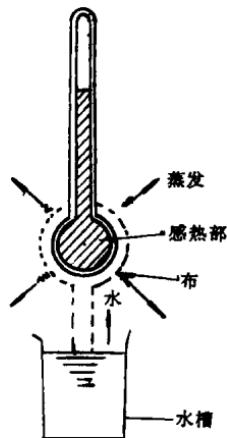

图 1-3 湿球温度的测定
(1) 干球温度,就是我们通常使用的温度计所测试的空气温度。
(2) 湿球温度。如图 1-3 那样,在测温球(感热部)上包上布,把布的一端放进水槽中,靠毛细管现象把水吸上去,使感热部湿润。由于湿布上的水分蒸发需要吸收相应的气化潜热,所以湿球温度计上的读数将要低一些,此时温度计所指示的温度叫湿球温度。